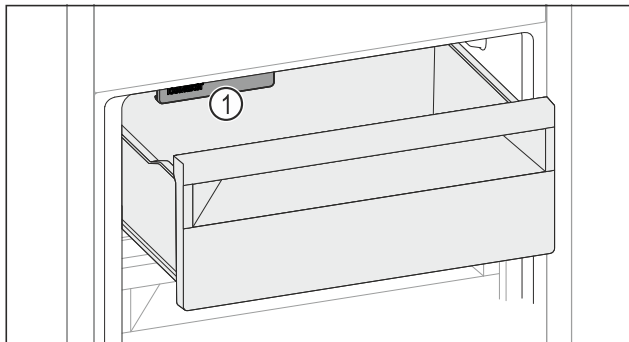

Fig. 182
- Observera IceMaker Fig. 182 (1).